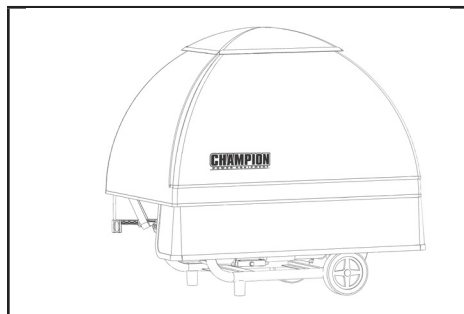

Figure 6A
1. Positionnez le auvent de Stormshield sur le cadre. Soyez certain que la porte de ravitaillement n'est pas du même côté que le silencieux du gaz d'échappement (FIG. 6A).
2. Glissez-le auvent de Stormshield sur le cadre de sorte que les quatre coins soient généralement à niveau (FIG. 6A).
3. Centrez-le auvent de Stormshield de telle sorte que la tige de ventilation soit centrée dans le cadre du haut (FIG. 6A).